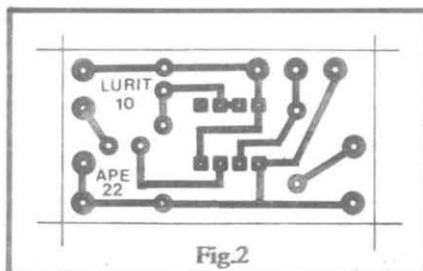

Fig.2
- FIG. 2 - Lay-out - do Circuito Impresso específico para a montagem. Justificando novamente a classificação como MINI-MONTAGEM, a plaquinha é muito pequena, num padrão cobreado simples (ao alcance mesmo de quem vai "tentar sua primeira placa"...). Ao Leitor/Hobbysta mais "preguiçoso", ou "pouco confiante", resta a prática possibilidade de adquirir a LURIT-10 na forma de KIT completo (ver Anúncio em outra parte da presente APE) que inclui a placa pronta, furada, protegida por verniz e convenientemente demarcada no lado não cobreado com o posicionamento dos componentes, em **silk-screen**.